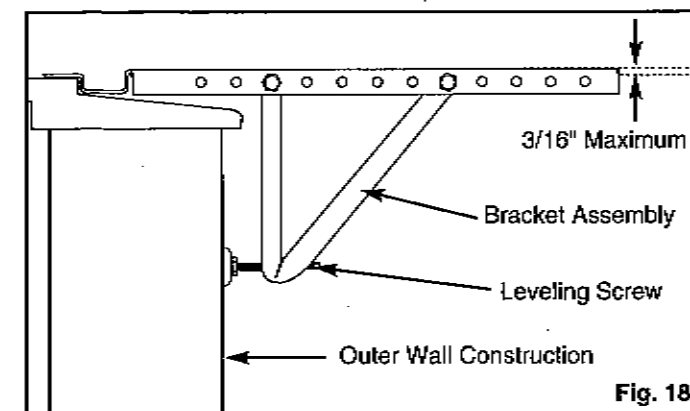

Fig. 18
- 3c. Pour un écoulement approprié de la condensation, il sera nécessaire d'ajuster l'angle de calage des supports de la fenêtre. Il suffit d'ajuster la distance de la vis niveleuse sur la paroi extérieure. L'angle de calage maximum ne doit pas dépasser 3/16 po, Fig. 18.**